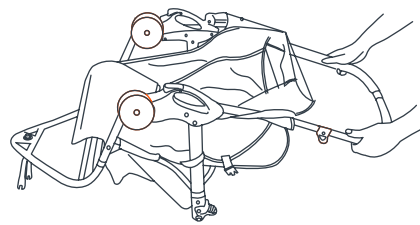

Fig. 1
- 1) • Incline el carrito hacia atrás de modo que se apoye sobre el manubrio y el armazón del eje trasero, y que las horquillas de la rueda delantera apunten hacia arriba (Fig. 1).